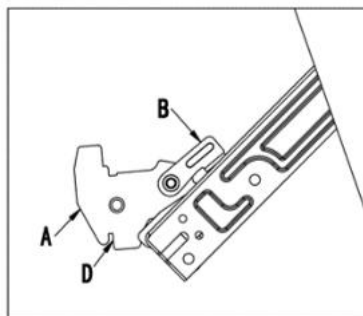

Рис. 1
- > Полностью откройте дверцу и поднимите 2 рычага "B" (рис. 1);
- > Выберите, какую решетку использовать с телескопическими направляющими. Установите шарнир "В" и шарнир "С" на раме с учетом направления извлечения направляющих (см. рис. 1).